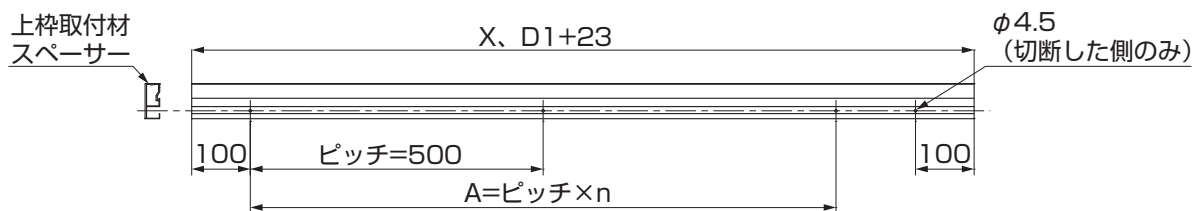
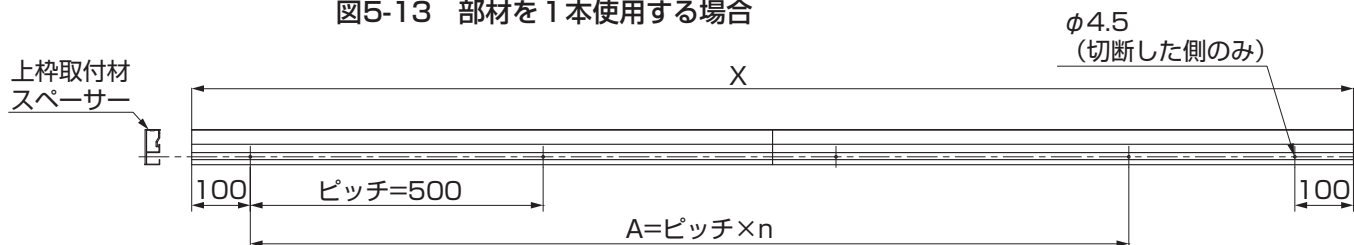

図5-13 部材を1本使用する場合
図5-14 部材を2本使用する場合
①上枠取付材にφ4.5の穴加工をしてください。(図5-13、図5-14参照)